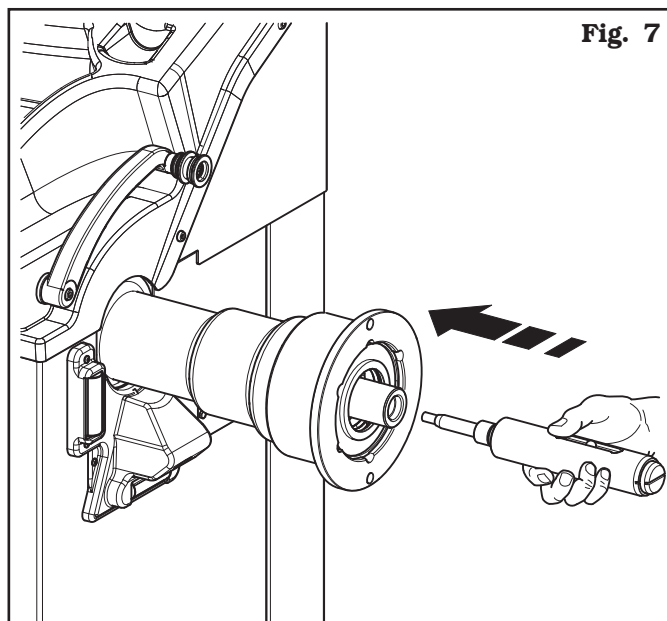

Fig. 7
1. Efter att ha utfört el- och tryckluftsanslutning, sätt på maskinen (trycklyftsspindeln öppnas alltid då maskinen sätts på). Stäng sedan av maskinen. Sätt i den inre spindeln på flänsen och vrid fast med den medföljande nyckeln (**Fig. 7 och Fig. 8**).